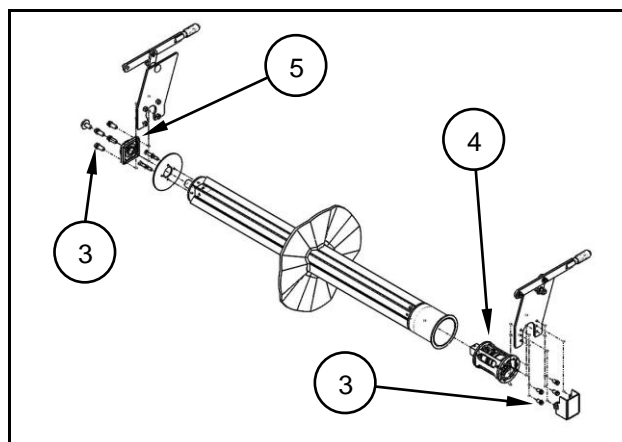

Fig. 6.3
- Desserrer et enlever les vis de fixation (3) du support moteur (4) et du palier (5) (fig. 6.3).